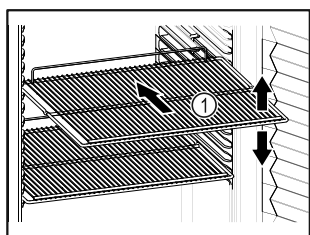

Fig. 20 Immagine a titolo di esempio
- Se è possibile spostare i ripiani Fig. 20 (1), regolarli in altezza.